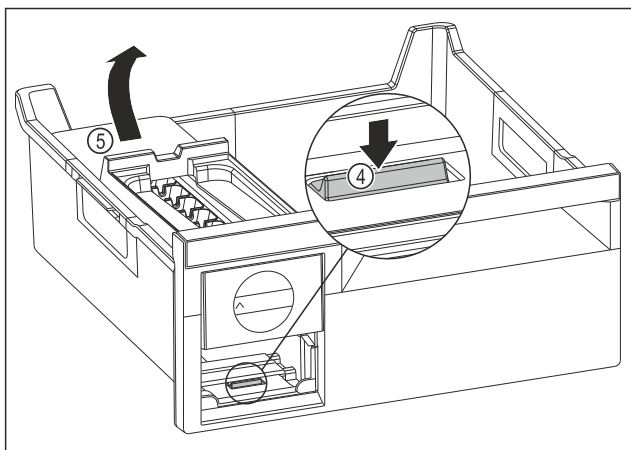

Fig. 183
- ▶ Vyjmutí korpusu EasyTwist-Ice: Lamelu Fig. 183 (4) zatlačte prstem směrem dolů a zároveň nadzvedněte druhou rukou korpus EasyTwist-Ice Fig. 183 (5) zezadu.